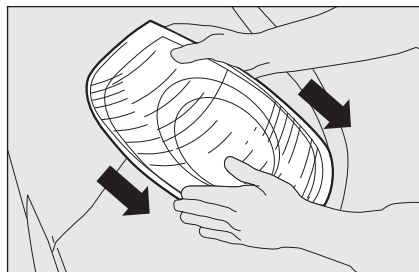

fig. 28
- ☐ extraire le groupe optique en le défilant en se servant des deux mains dans le sens indiqué par les flèches **fig. 28**;